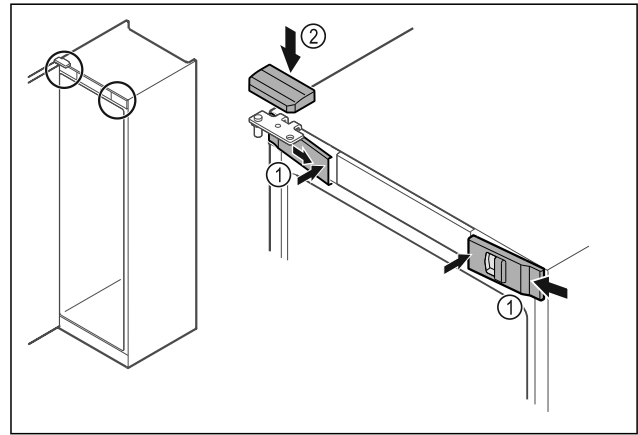

Fig. 44
- ▶ Передні кришки Fig. 44 (1) зачепити збоку та зафіксувати всередині.
- ▶ Зафіксуйте верхню кришку Fig. 44 (2) зверху.